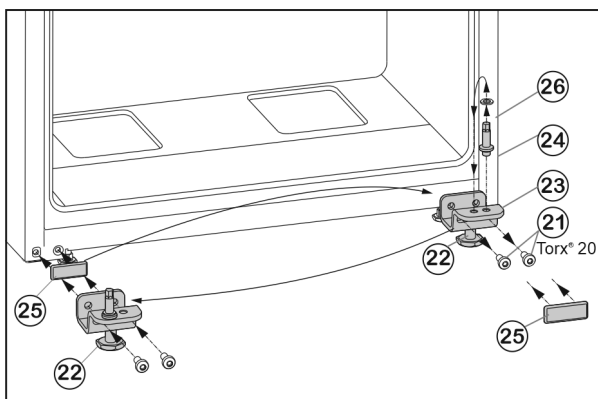

Fig. 9
- ▶ Tekerje le a rögzítőcsavarokat Fig. 9 (21).
- ▶ Vegye le a teljes alsó csapágybakot Fig. 9 (23) a csap-szeggel Fig. 9 (24), az alátéttel Fig. 9 (26) és a beállító lábbal Fig. 9 (22).
- ▶ Csavarozza le a teljes csapágybakot Fig. 9 (24) az alátéttel Fig. 9 (26), helyezze át a csapágybak túloldali felvevő furatába, és csavarozza vissza.
- ▶ Óvatosan vegye le a fedőlemezt Fig. 9 (25), és helyezze át az ellenkező oldalra.
- ▶ Csavarozza vissza a teljes alsó csapágybakot Fig. 9 (23) a csap-szeggel Fig. 9 (24), az alátéttel Fig. 9 (26) és a beállító lábbal Fig. 9 (22) a csuklópánt új oldalán **erősen (4 Nm-es nyomatékkal)**, adott esetben egy akkus csavarhúzóval.
- ▶ Az ajtót felülről helyezze Fig. 9 (24) a csap-szegre.
- ▶ Tekerje ki az állítólábat Fig. 9 (22) az alsó csapágybakból Fig. 9 (23), míg hozzá nem ér a talajhoz.